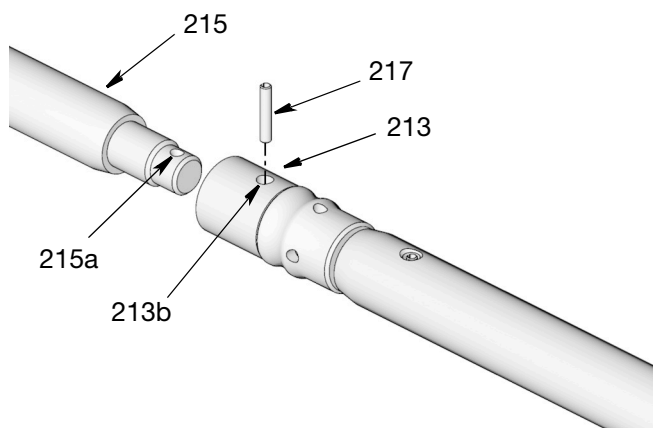

図 40
- プライミングロッド (215) をピストンロッド (213) の端にネジ止めします。2 つのピースをしっかりと手締めし、穴 (215a) が穴 (213b) (図 40) に合うようにします。
- 位置合わせ穴 (215a) および (213b) (図 40) を通してピン (217) を取り付けます。ロッドが曲がらないように、必要に応じてロッド (215 および 213) を支持します。ピックとハンマーを使ってピンをロッドの内側に取り付けます。
**注:** ピンが穴の中心にあることを確認します。ピン全体を装着していないと、ポンプ稼働時にポンプシリンダー (204) の穴が傷付く可能性があり、そうすると圧力が上がらず、液体の漏れが生じる原因になります。